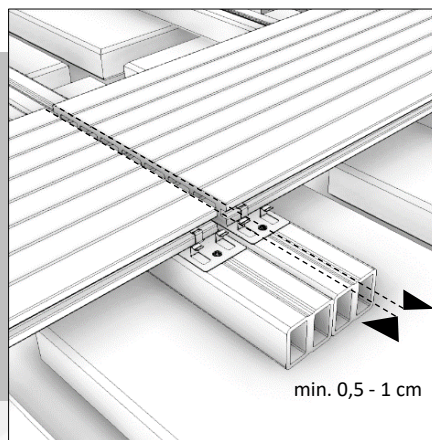

FIG. 2
- Onder kopse naden dienen altijd 2 naast elkaar liggende onderregels en dubbele clips te worden gebruikt (Fig. 2).
- Monteer de terrasdelen nooit met de kopse kanten tegen elkaar maar zorg voor voldoende ruimte tussen de terrasdelen, minimaal 0,5 cm bij terrasdelen tot 220 cm lang en minimaal 1 cm voor langere terrasdelen (Fig. 2).